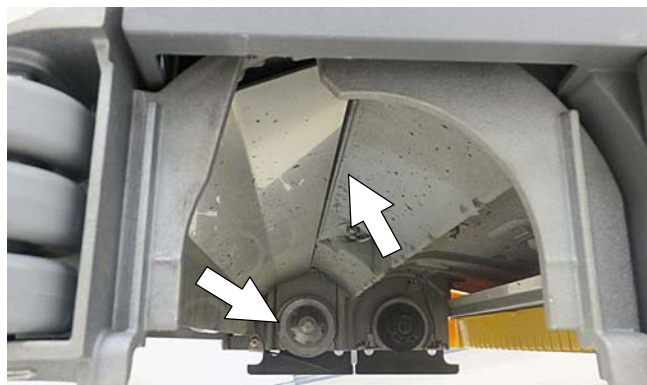

ABB. 67
3. Walzenbürstenkopf – Entfernen Sie die Schmutzanhäufungen an der Unterseite des Schrubbkopfes, einschließlich der Vorplatten und der Antriebsnaben (Abbildung 67).